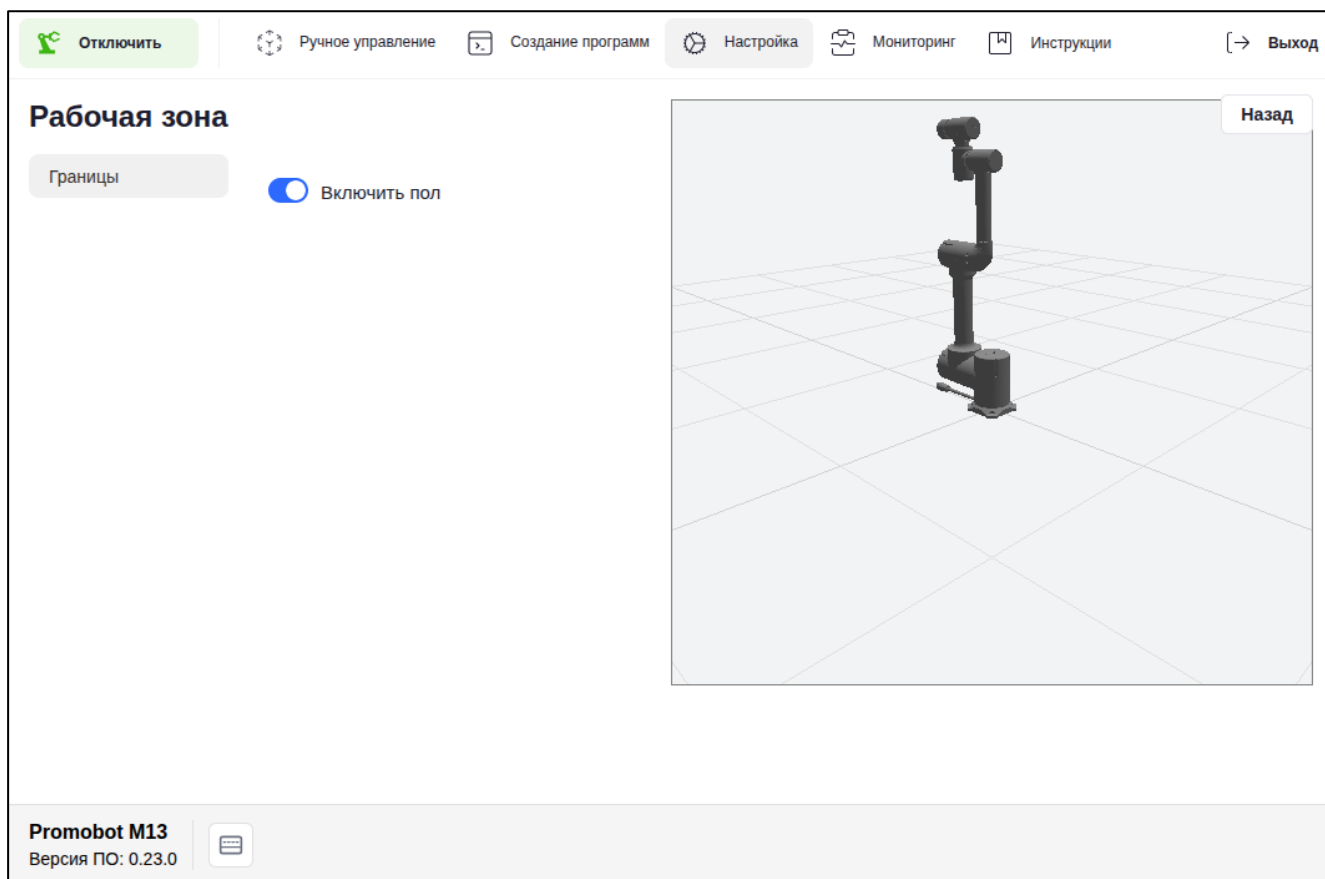

Рисунок II-51 – Раздел «Рабочая зона»
2. Раздел «Рабочая зона» (см. Рисунок II-51).